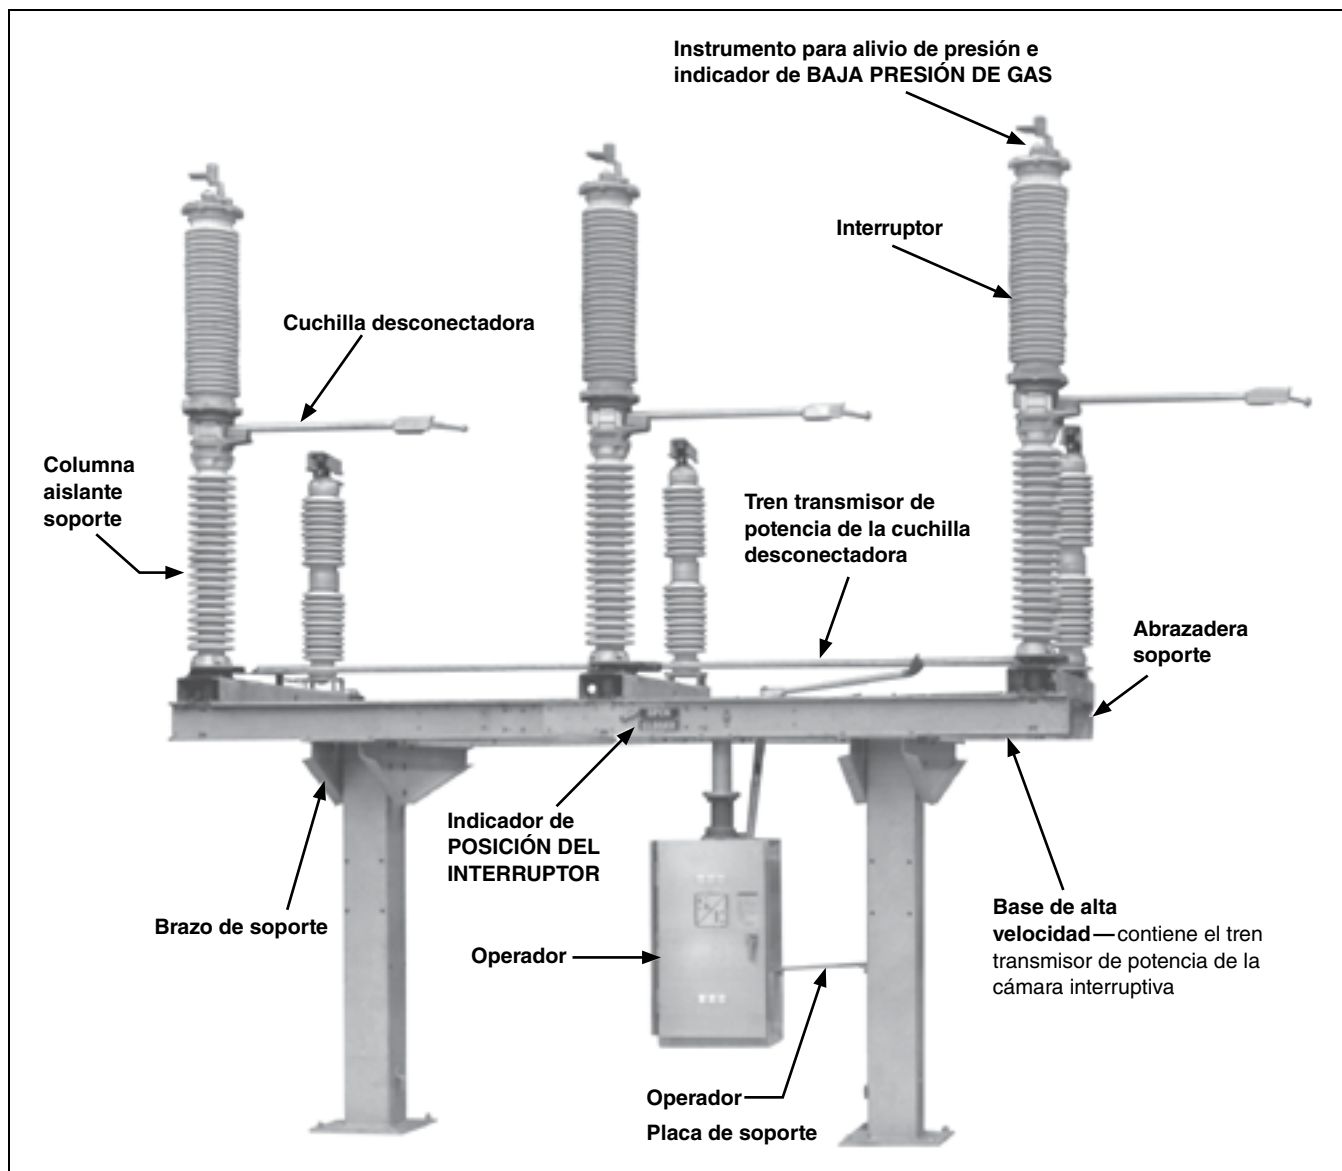
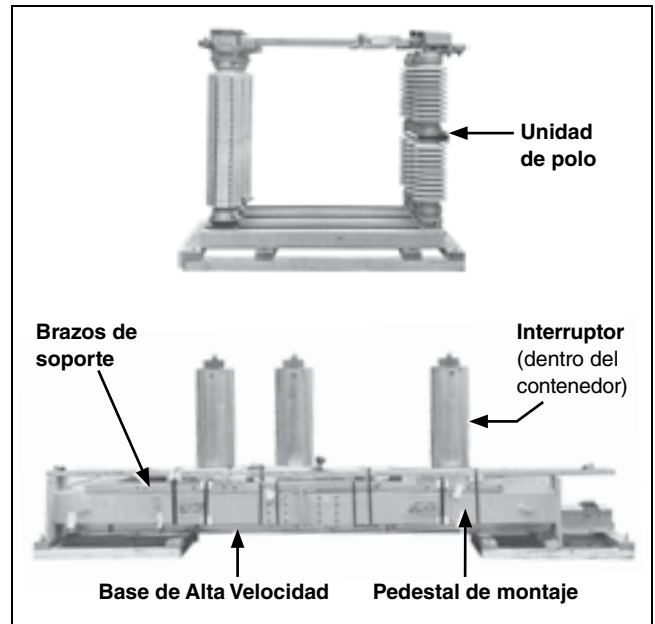

Figura 1. Un Circuit-Switcher Serie 2000 Modelo 2020 de 138 kV.
Figura 2. Embalaje típico del Circuit-Switcher Serie 2000 Modelo 2020. El operador se embarca en embalaje separado.
Un plano de catálogo de S&C se encuentra ubicado en un sobre resistente al agua sujeto a la envoltura de una de las columnas aisladas de soporte. Estudie este plano con cuidado y verifique la lista de materiales para verificar que todas las partes estén disponibles. El Circuit-Switcher Serie 2000 Modelo 2020 del embarcado deberá incluir los artículos mostrados en la Figura 1 en la página 10 y Figura 2 en la página 11.
Hay un plano del catálogo de S&C en un sobre resistente al agua pegado a la envoltura que rodea una de las columnas de soporte aislante. Estudie detenidamente este plano y compruebe la lista de materiales para verificar que todas las piezas están disponibles. El envío del Circuit-Switcher Modelo 2020 Serie 2000 debe incluir los elementos que se muestra en la Figura 1 en la página 10 y la Figura 2 en la página 11.
- PASO 1.** Utilice un cortador de flejes de acero para cortar las cintas metálicas que envuelven a los pedestales y los brazos de soporte a la base. Corte también las correas que atan el contenedor de los componentes del mecanismo de operación y los herrajes y las correas que atan las unidades de los polos. Ver Figura 2.
- PASO 6.** Fijar los brazos de soporte a los pedestales como se muestra en los planos utilizando los tornillos de $\frac{5}{8}$ -11 \times 1 $\frac{1}{4}$ de acero galvanizado cabeza hexagonal y las arandelas suministradas. Apretar los tornillos a 75 pies-libras (101.7 Nm). Ver Figura 1 en la página 10.